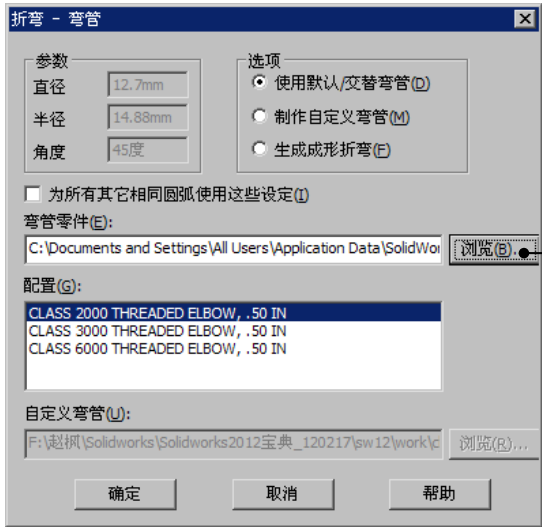

图 11.3.17 “折弯-弯管”对话框
Step2. 单击退出草图按钮 ，完成线路草图的绘制，此时系统弹出“折弯-弯管”对话框（图 11.3.17）。
Step3. 定义折弯弯管。在弹出的“折弯-弯管”对话框中单击“浏览”按钮 **浏览 (B)...**，在弹出的“打开”对话框中选择 threaded elbow--45deg.sldprt 文件，然后单击 **打开 (O)** 按钮，如图 11.3.17 所示。
Step4. 定义弯管配置。在 **配置 (G)** 的列表框中选择 **CLASS 2000 THREADED ELBOW, .50 IN**，单击 **确定** 按钮，完成第一个折弯处弯管添加。